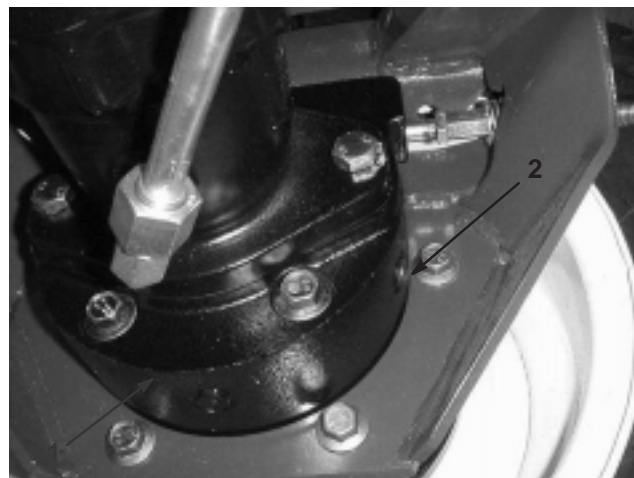

Figure 10
2. Enlevez le bouchon du train planétaire (Fig. 9) et le bouchon de contrôle à l'arrière du frein (Fig. 10). L'huile doit atteindre la base de l'orifice du bouchon de contrôle à l'avant et à l'arrière du frein.